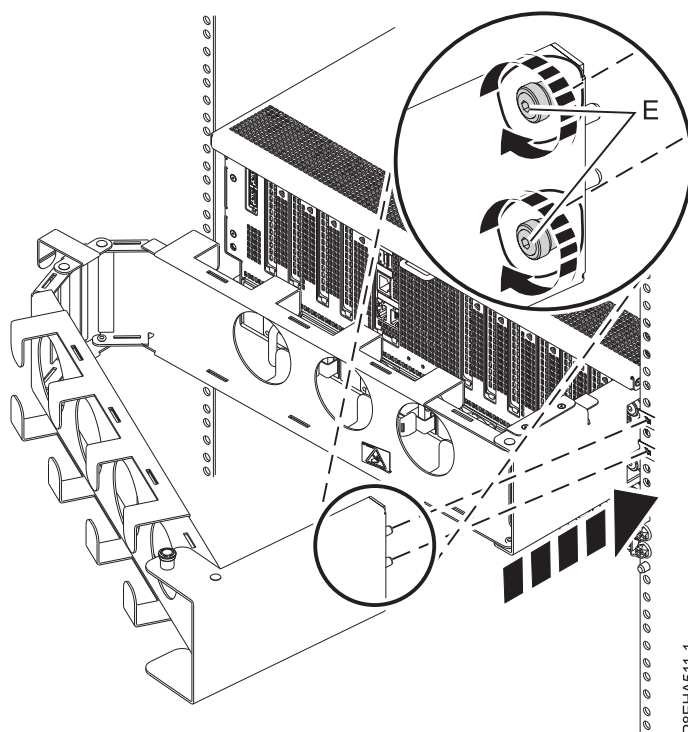

Figura 20. Conectando a placa externa aos trilhos
3. Conecte a placa externa aos trilhos com dois parafusos cativos (E) conforme mostrado em Figura 20.